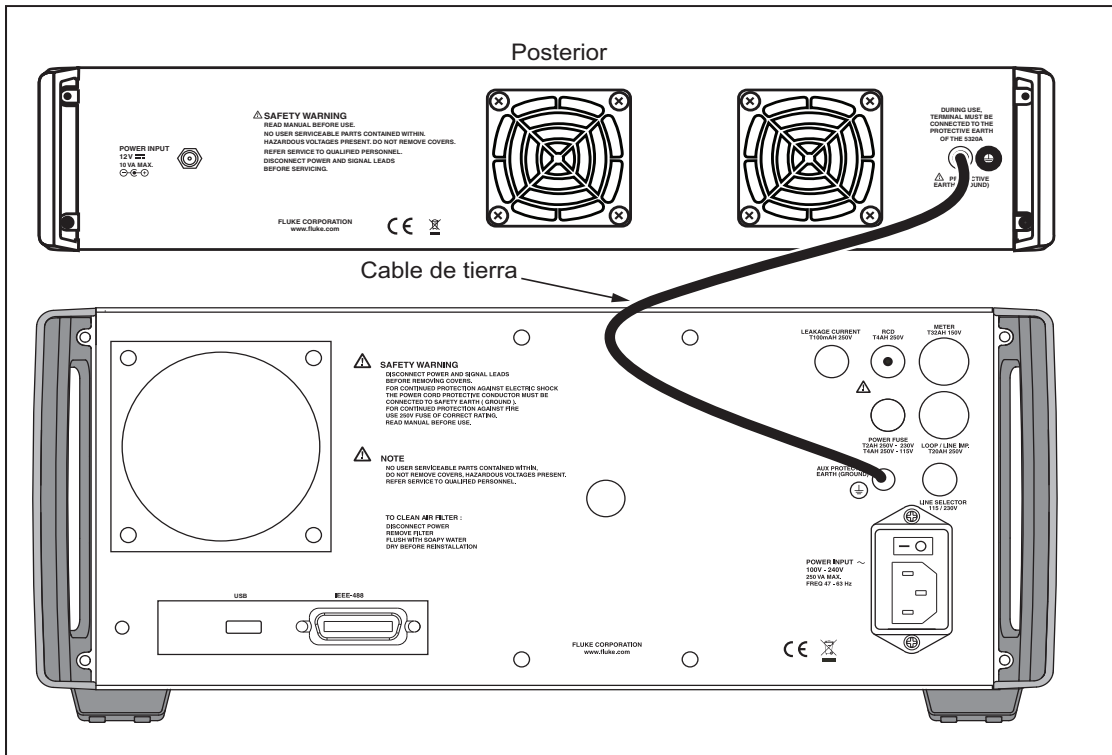

Figura 3. Cable de conexión a tierra
3. Una vez que haya colocado el Producto encima del Calibrador, conecte el cable de conexión a tierra al terminal de conexión a tierra del panel posterior del producto y el terminal de conexión a tierra del panel posterior del Calibrador. Localice la conexión para el cable de conexión a tierra en la figura 3, donde se muestra la parte posterior del Producto.